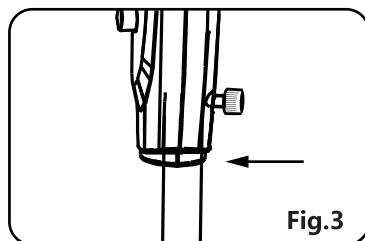

Fig.3
3. Para instalar el cabezal en el tubo interno, afloje el tornillo moleteado de la base del cabezal. Coloque el cabezal sobre el tubo interno y apriete el tornillo moleteado. (Fig. 3)